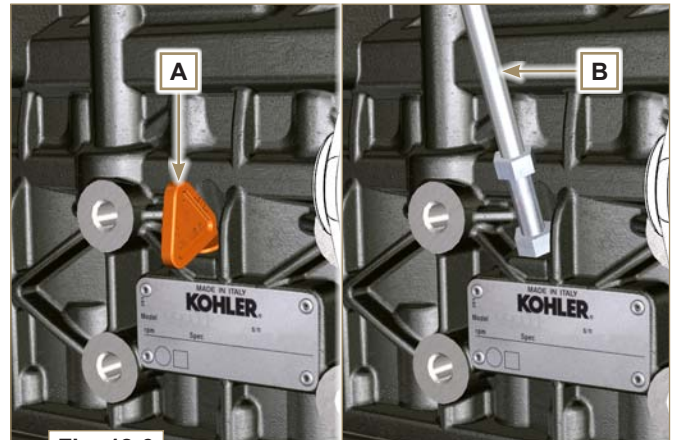

Fig. 12.6
- 1 - Ein Thermoelement **B** an der Stelle des Messstabs für den Ölstand **A** einsetzen (Fig. 12.6).